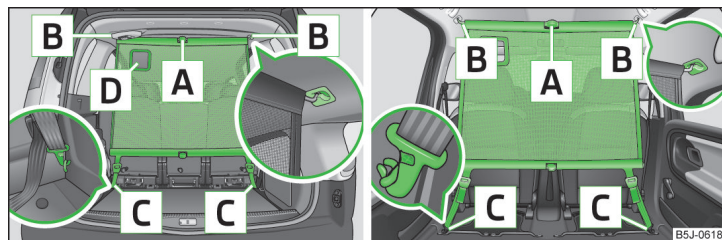

Fig. 67 Utilizzare la rete di separazione dietro i sedili anteriori/posteriori.
- » Inserire la barra trasversale nell'alloggiamento B » fig. 67 prima da un lato e poi dall'altro e spingerla in avanti. Nello stesso modo inserire la barra trasversale sull'altro lato del veicolo, nell'alloggiamento B.
- » Allentare le fasce su entrambi i lati e sganciare i moschettoni C » fig. 67.
- » Premere il tasto rosso dello snodo A » fig. 67 - lo snodo sarà rilasciato.
Il montaggio e lo smontaggio della rete di separazione dietro i sedili anteriori avverrà analogamente a quanto effettuato per i sedili posteriori. Per agganciare i moschettoni a carabina C » fig. 67 dovranno essere utilizzati gli occhielli di fissaggio dietro i sedili anteriori. Per aumentare lo spazio del bagagliaio, sarà possibile smontare i sedili posteriori.
Il montaggio e lo smontaggio della rete di separazione dietro i sedili posteriori con piano di carico variabile » pagina 78 avverrà analogamente a quanto effettuato per i sedili posteriori senza piano di carico variabile. Per agganciare i moschettoni a carabina C » fig. 67 utilizzare gli occhielli di fissaggio posteriori in corrispondenza dei cunei di fissaggio disposti sulla parte anteriore del piano di carico variabile.